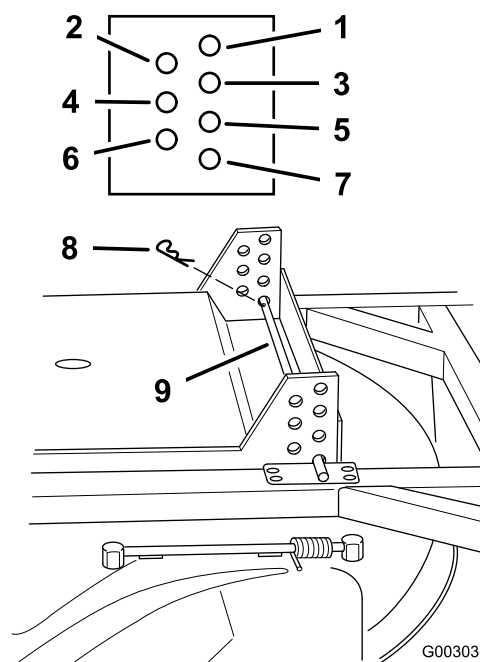

Figura 20
2. Retire los pasadores de horquilla y cambie la posición de las varillas de soporte en los taladros de los soportes de cada esquina del cortacésped (Figura 20).